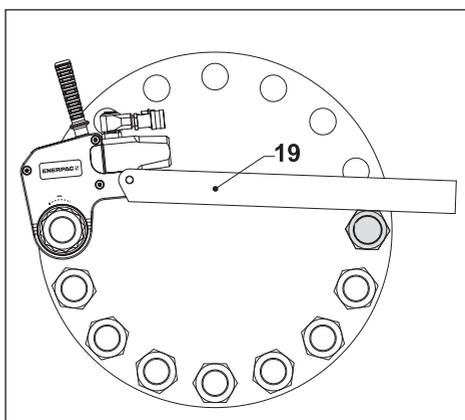
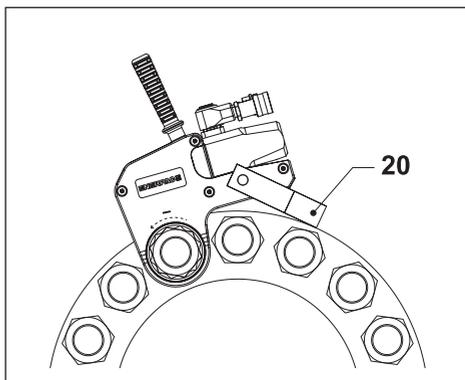

Fig. 11
Fig. 12
4.3.4 Utilisation d'un bras de réaction allongé (fig. 11)
- Positionner le bras de réaction allongé (19) de la série WTE contre un point de réaction approprié. Ce point de réaction offrira un contrepoint à la force produite par l'utilisation de l'outil.
4.3.5 Utilisation d'une palette de réactions (fig. 12)
- Positionner la palette de réaction de la série WRP (20) contre un point de réaction approprié. Ce point de réaction offrira un contrepoint à la force produite par l'utilisation de l'outil.